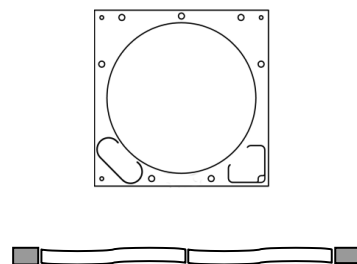

Рис. 7. Монтажный набор
**Монтажный набор** для УВРК-50МК рис.7 включает в себя прокладку-трафарет, кабель-шлейф длиной 5 м для соединения вентиляционного блока с блоком управления, а также крепежные элементы (на рис. 7 не показаны). Прокладка устанавливается при монтаже между стеной помещения и корпусом прибора для компенсации неровностей стены и одновременно является трафаретом для разметки расположения отверстий в стене.